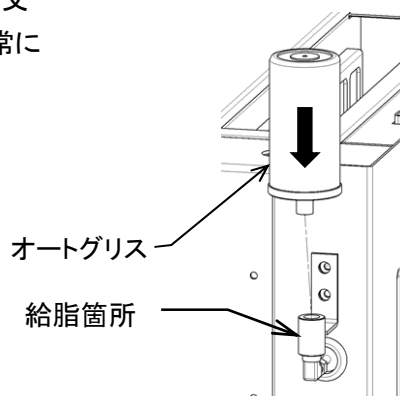

図8-3
- ③ 上部のガスジェネレーター設定数値を[12]のところに、↑印を合わせます。⇒スイッチがONになります。容器に入れてしばらく置き、オイルの吐出を確認すること。(図8-3)
- ④ 油性ペンなどで、本器の側面ラベルに使用開始日を記入すること。
- ⑤ 機械の給脂箇所に手でねじ込み取り付けます。(図8-3)
- ⑥ 約12ヶ月間使用可能ですが、12ヶ月間の使用を保証するものではありません。必ず毎週残量を確認すること。周囲温度20℃(68°F)でほぼ設定期間使用でき、それより低温の時は期間が長く、高温の時は期間が短くなります。
- ⑦ オートグリス残量が0以下になった場合は速やかに交換すること。オートグリスに比べ主軸部の修理は非常に高額になります。